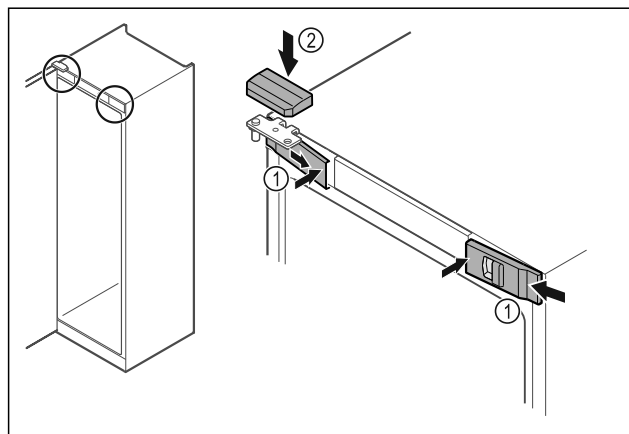

Fig. 42
- Accrocher les caches avant Fig. 42 (1) par les côtés et les enclencher en appuyant sur l'intérieur.
- Insérer le cache supérieur Fig. 42 (2) par le haut.